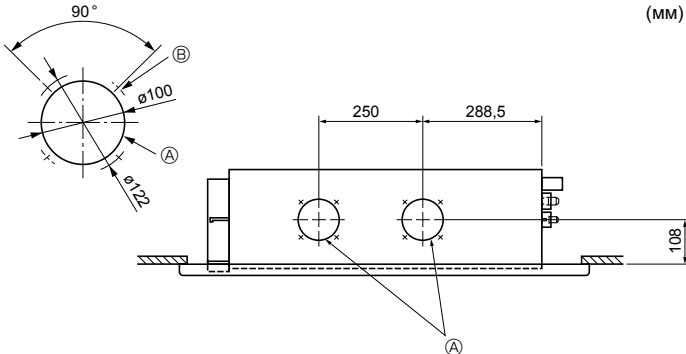

Рис. 2-10
2.5. Отверстие для входа свежего воздуха (Рис. 2-10)